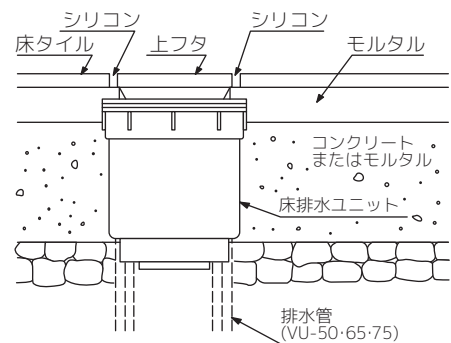

図1
①床排水ユニットを仮据えし、床排水ユニット上面に水準器等をあてて、水平レベル出しをおこなってください。
- △注意** ②排水管の内面もしくは外面に接着剤を塗布し、床排水ユニット（トラップ排水口）を落とし込んでください（図1）。
排水ユニット周囲と仕上げ材の間に、ある程度のすき間を設けるように床仕上げをおこない、すき間はシリコンでコーキングしてください（図1）。